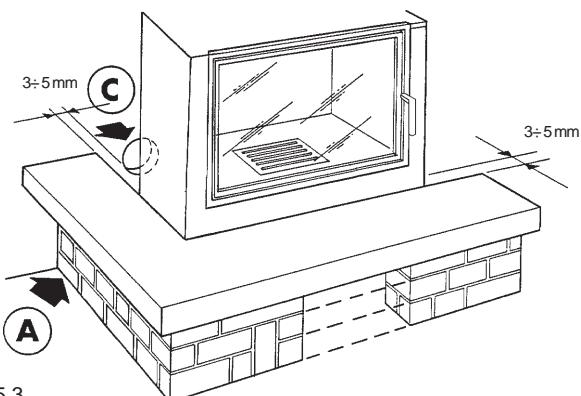

Fig. 5.3
e) Réaliser le trou destiné à la prise d'air sur le mur externe; prise qui doit assurer l'afflux d'air froid de combustion sous le sole foyère (Fig. 5.3) (C). En ce qui concerne le diamètre de la prise d'air, se référer au tableau des caractéristiques techniques à la fin du présent manuel.
- e) Realizar el orificio para la toma de aire en la pared exterior de modo que el aire frío comburente entre por debajo del plano de fuego (Fig. 5.3) (C). Por lo que se refiere al diámetro de la toma de aire, tomar como referencia la tabla de características técnicas que se encuentra al final de este manual.